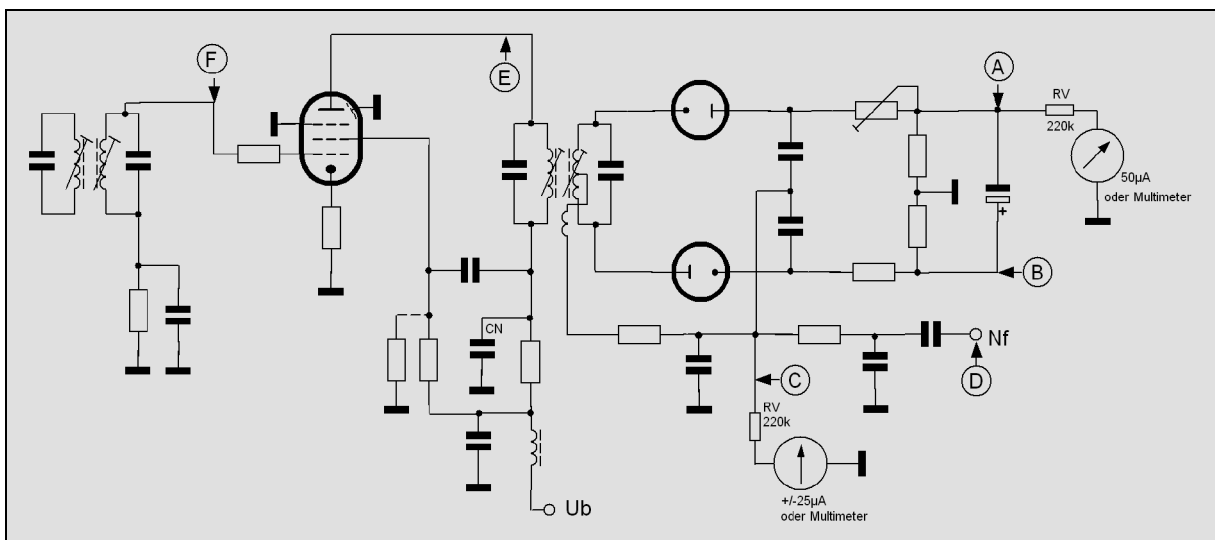

Bild 3: symmetrischer Ratiodetektor und letzte Begrenzerstufe
1.4. Das Voltmeter zur Messung der halben Summenrichtspannung (symmetrischer Ratiodektor) bzw. der vollen Summenrichtspannung (unsymmetrischer Ratiodektor) liegt zwischen Punkt A in Bild 3 und 4 und Masse (Messbereich etwa 20V). Das Instrument zum Messen des Nulldurchgangs (Messbereich zunächst ebenfalls 20V, später kleineren Messbereich wählen) wird zwischen Punkt C und der elektrischen Mitte des Lastwiderstandes des Ratiodektors (P1, R9, R10, R11) angeschlossen. Beim symmetrischen Ratiodektor liegt die elektrische Mitte auf Masse. Beim unsymmetrischen Ratiodektor muss die elektrische Mitte durch zwei Vorwiderstände (RV1 und RV2) nachgebildet werden. Das Instrument zur Messung des Nulldurchgangs darf beim unsymmetrischen Ratiodektor daher keinen Massebezug haben!
Messsender mit dem ZF-Verstärker verbinden, wie beim statischen Abgleich unter Punkt 1.2 beschrieben. Mittleren HF- Pegel einstellen, **Demodulator-Tastkopf sehr lose an den Anodenanschluss der letzten ZF-Röhre**, Punkt E in Bild 3, ankoppeln. Man sollte den Demodulatortastkopf nur in die Nähe des Anodenanschlusses bringen, um die Abstimmung des Kreises durch die Belastung durch den Tastkopf nicht zu verändern.
Alternative: Man kann die ZF Kurve auch mit einem 10:1 Tastkopf über einen Entkopplungswiderstand von etwa 47k Ω an Punkt A in Bild 3 und 4 abnehmen.
Einen konventionellen Tastkopf 1:10 über einen Kondensator am Punkt C in Bild 3 und 4, oder, bei Mono-Empfängern, wenn ein Deemphasisglied folgt, direkt am Punkt D in Bild 3 und 4 anschließen.
Einspeisen des Meßsender-Signals über das Signalführungskabel an g1 der letzten ZF-Röhre (Punkt F, Bild 3)